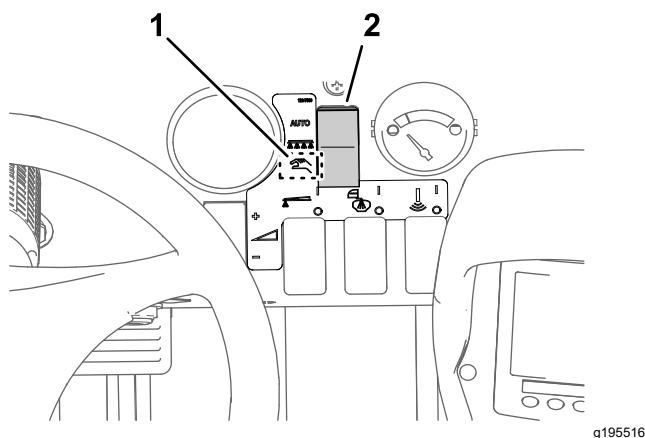

Figura 41
2. Setai butonul pentru modul pulverizatorului în modul Manual (Figura 41).